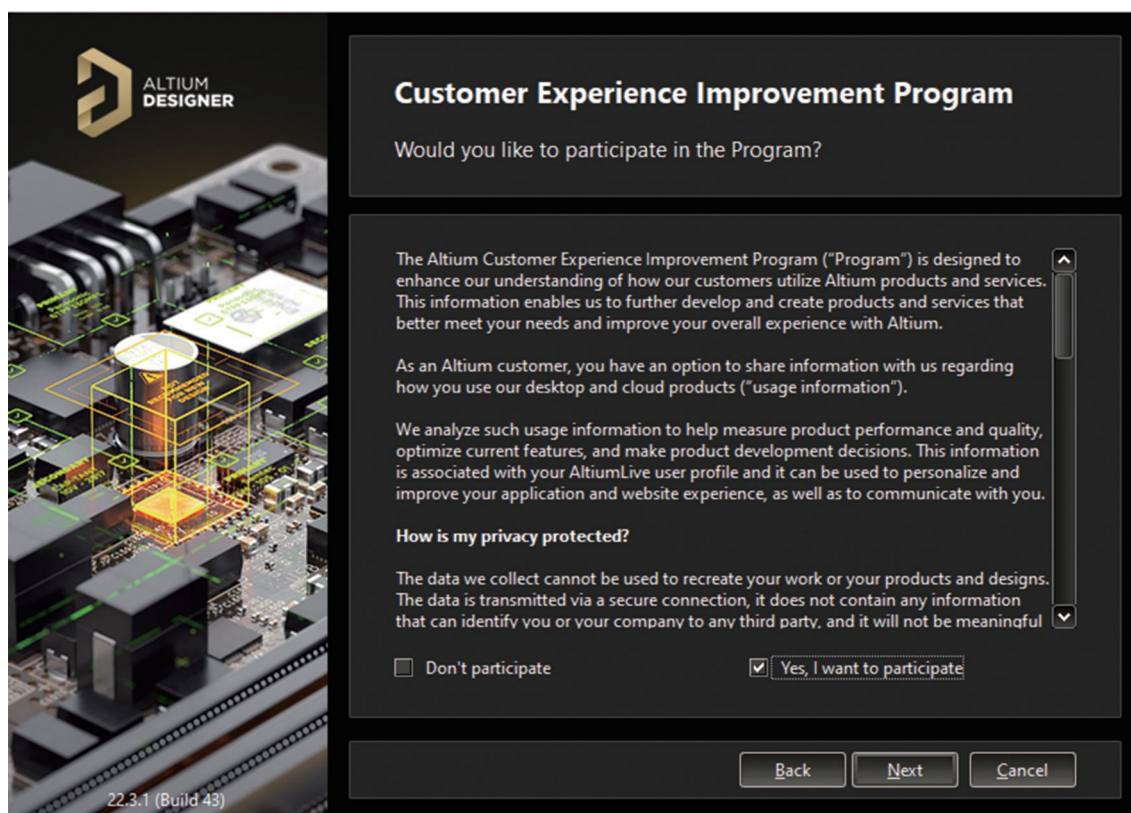

图 1-9 选择是否参加客户体验改善计划界面
(6)弹出是否参加客户体验改善计划界面,如图 1-9 所示,根据需要进行选择是否参加。